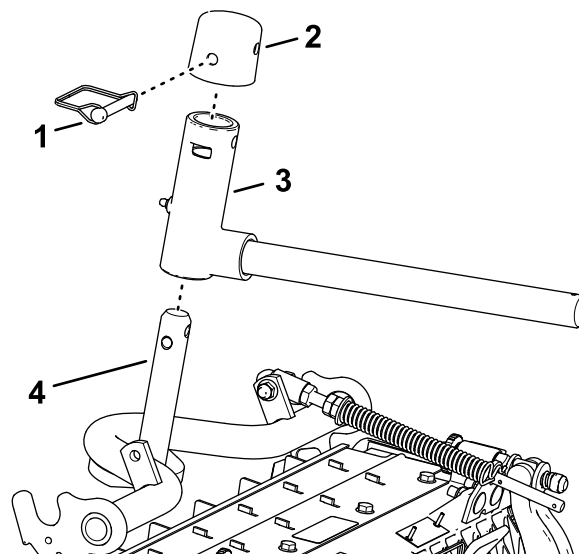

Bild 27
2. Montieren Sie das Hubarmjoch an die Trägersrahmenwelle (Bild 27).